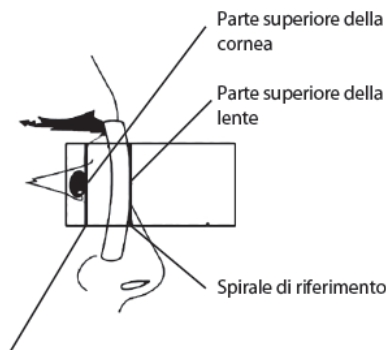

Fig. 9b
- c. Successivamente l'ottico deve far scorrere a destra e a sinistra il tasto per far coincidere la spirale di riferimento con la parte superior della lente (Fig.9b). La distanza tra la parte superior della cornea e la lente degli occhiali può essere ottenuta sottraendo lo spessore della lente dal valore visualizzato digitalmente in quel momento.